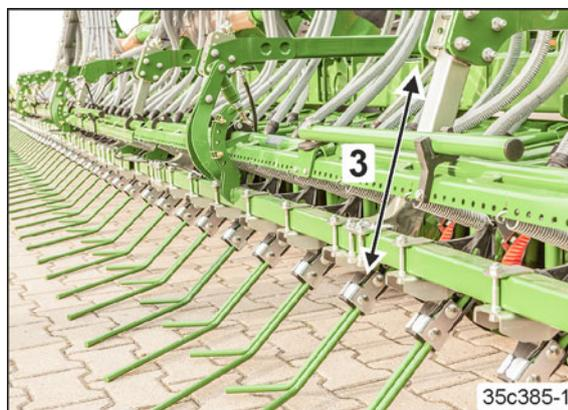

Рис. 187
5. Выполните такую же настройку (Рис. 187/3) для всех регулируемых сегментов.